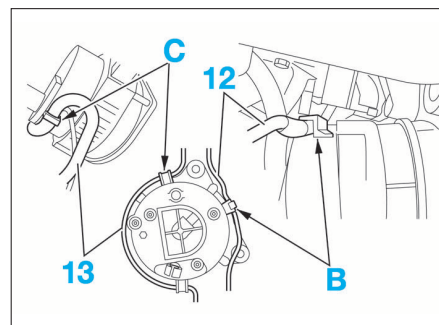

FIG. 10
- veiller à bien repositionner les faisceaux dans les agrafes de l'alternateur (Fig.10).
- faisceau de sonde d'huile (12) dans l'agrafe (B).
- faisceau de compresseur (13) dans l'agrafe (C).